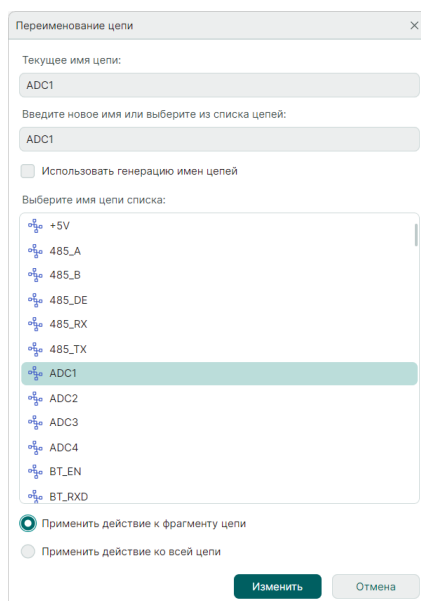

Рис. 114 Окно
- Общий вид окна «Переименование цепи» представлен на Рис. 114.